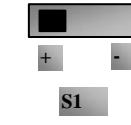
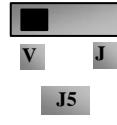

Рис. 5-6
Рис. 5-7
(7) Со стороны клемм управления имеется переключатель S1, показанный на Рис. Рис. 5-6. S1 используется для выбора диапазона входного напряжения канала A11. При переключении S1 на $+$ вводный диапазон равен $0 \sim 10\text{V}$, при переключении S1 на $-$ вводный диапазон равен $10 \sim 20\text{V}$.
(8) Замкните реле DI3, двигатель начнет работать вперед;
(9) Потенциометр может быть настроен и калиброван во время работы и использоваться для изменения текущей настройки частоты инвертора;
(10) Во время работы разомкните реле DI3, затем замкните реле DI4, направление работы изменится;
(11) Разомкните реле DI3 и DI4 и двигатель начнет замедляться до останова;
(12) Отключите питание вентилятора и инвертора.
(13) Аналоговая выходная клемма AO2 может выводить только сигнальный ток, клемма AO1 может выводить сигнальное напряжение и сигнальный ток, это выбирается переключателем J5, см. Рис. 5-7, зависимость вывода показана в таблице 5-4.